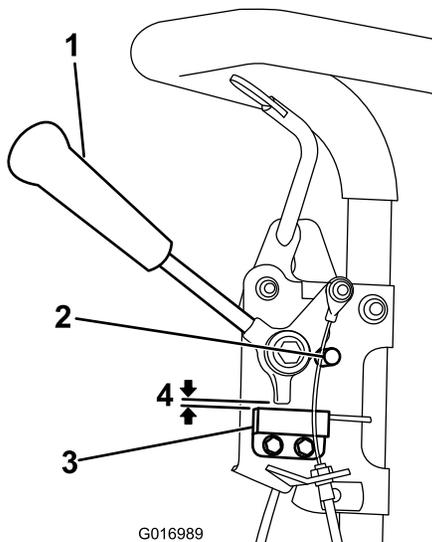

Figura 29
1. Certifique-se de que o motor está desligado e que a alavanca de tracção está desengatada e colocada na paragem neutra (Figura 29).
2. Desaperte as juntas de montagem do interruptor de segurança (Figura 29).
3. Coloque um calço de 0,8 mm entre a alavanca de tracção e o interruptor de segurança (Figura 29).